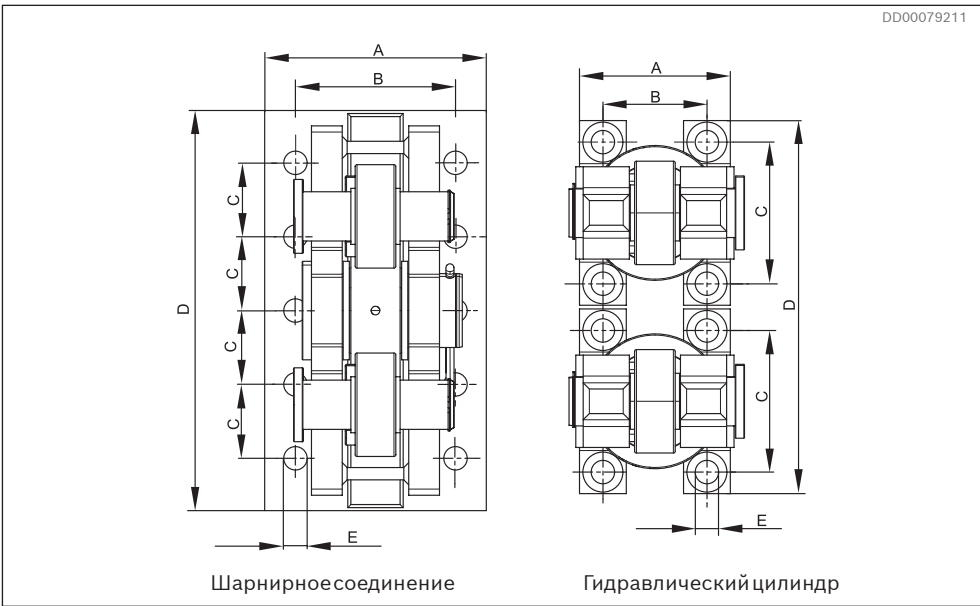

Рис. 36. Расположение отверстий для шарнирного соединения и гидравлического цилиндра при использовании DTCBM 4600 – DTCBM 6000
- 2 Расположение отверстий и размеры для крепления к основанию см. на Рис. 36 и. Табл. 12